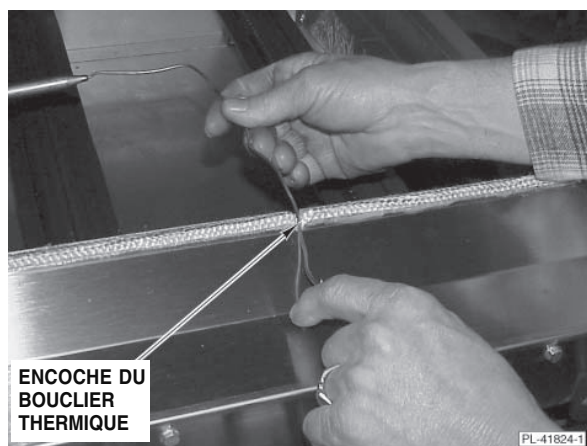

**Fig. 15**
3. Briques triangulaires (4) – En installer deux de chaque côté (Fig. 15).